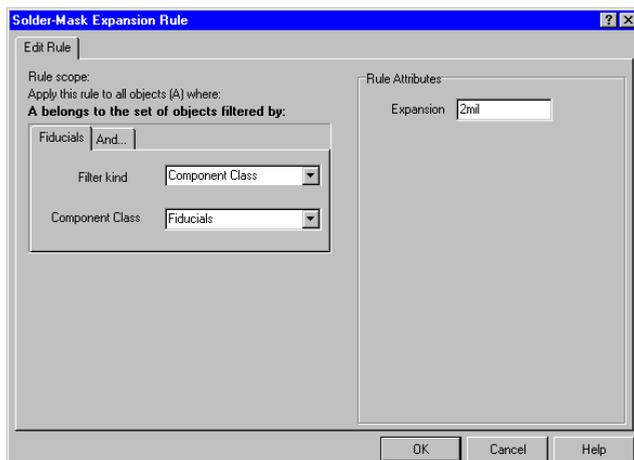

Рис. 6.47. Использование правил Mask Expansions для координатных меток.
4. Добавить правило **Solder Mask Expansion** в диалоговом окне **Design Rules**. Установить тип фильтра (поле **Filter Kind**) для области действия правила в значение **Component Class** и выбрать значение **Fiducials** в поле **Component Class**. Установить соответствующее значение параметра **Expansion** в секции атрибутов (рис. 6.47).